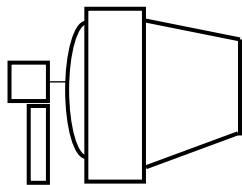

Рисунок 1 — Измерения яркости экранов
7.3.2. Измерение яркости экрана накладным методом производится следующим образом: на экран выводят сплошную заливку белого цвета, затем переводят прибор в режим измерения яркости. Входное окно яркомера должно быть обращено по направлению к плоскости экрана, при этом диаметр измеряемой площадки не превышает 7-9 мм. Зонд с ФПУ подносят на расстояние 1-4 мм к экрану (см. рис. 1).